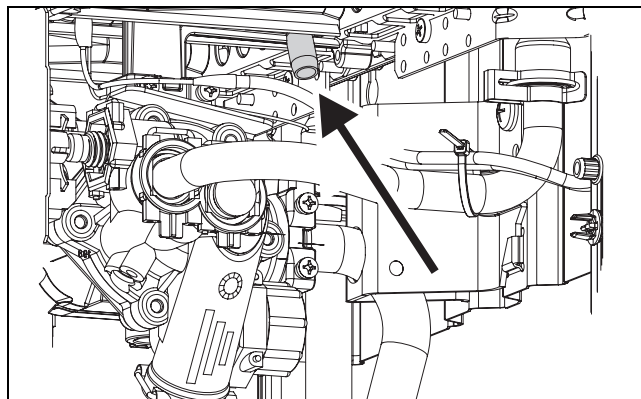

Fig. 12 Punctul de măsurare a presiunii
- ▶ Se deșurubează șurubul de închidere (fig. 12).